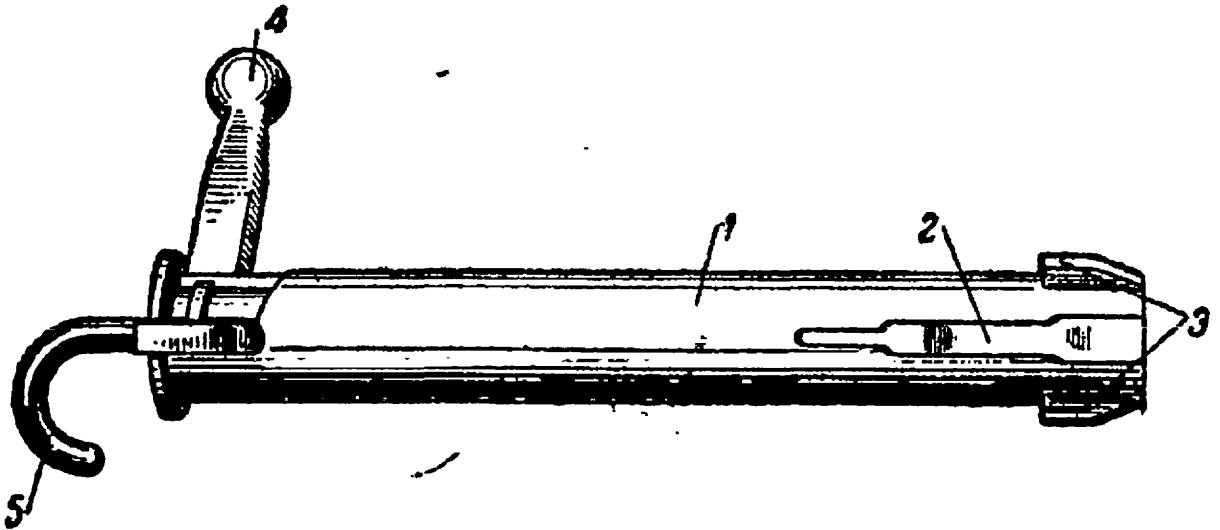

Рис. 27. Затвор:
39. Затвор (рис. 27) служит для досылания патрона в патронник, запираения канала ствола, производства выстрела и извлечения гильзы